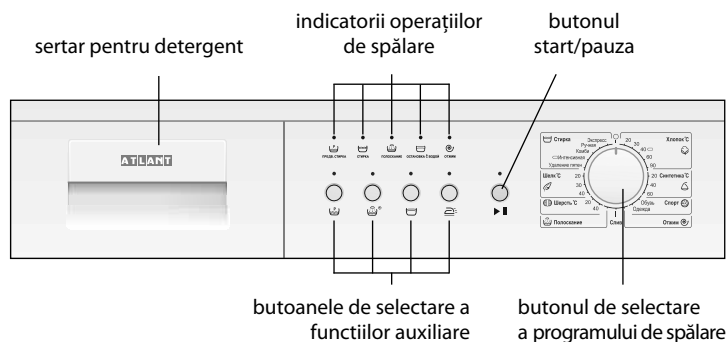

Figura 1 – Panoul de comanda
1.1.1 Elementele de comandă a mașinii sunt prezentate în figura 1. Butonul de selectare a programului (în continuare numit – Selector) și denumirile butoanelor de comandă sunt prezentate în figurile 2 și 3.